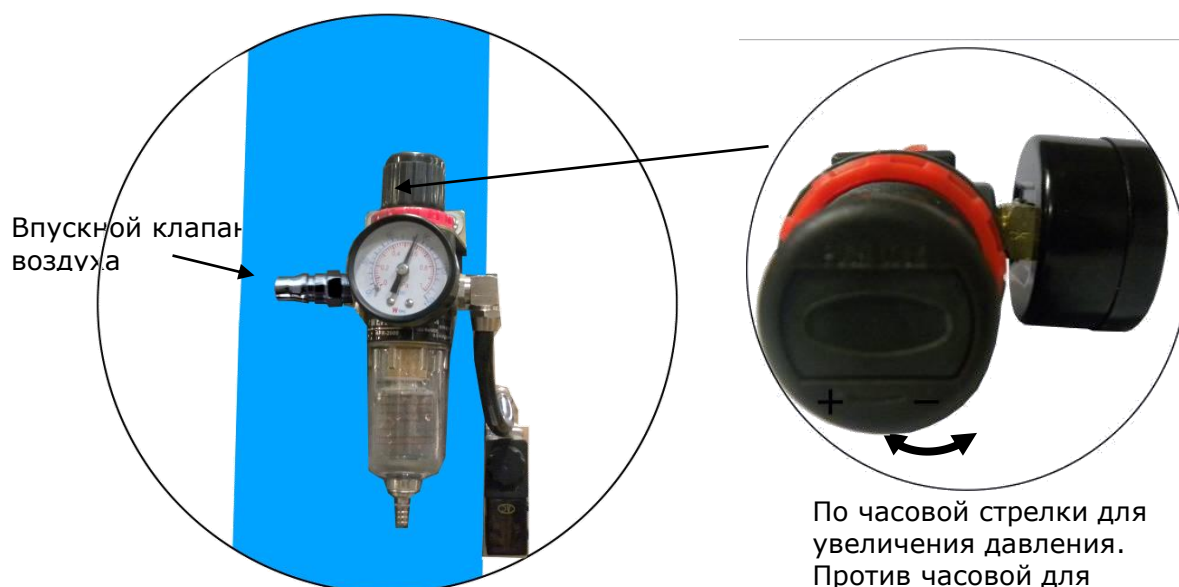

Рис. 33
5. Соедините впускной клапан (давление воздуха 5kg/cm^2 - 8kg/cm^2), регулировка давления воздуха влагомаслоотделителя в пределах 0.4 - 0.6MPa (См. Рис. 33).